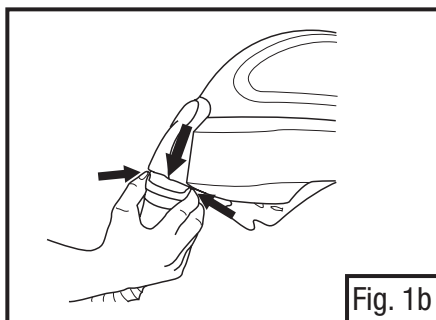

Fig. 1b
- Pour débrancher le tuyau de respiration, appuyer sur les languettes situées à l'extrémité du raccord articulé à désenclenchement rapide et tirer (Fig. 1b).